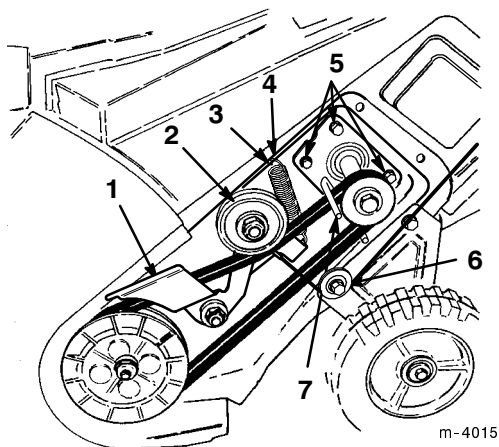

Bild 18
8. Lockern Sie die vier Motoraufhängungsschrauben so weit, dass die Riemenführung von der Riemenscheibe abgedreht und der Riemen entfernt werden kann (Bild 18).
15. Stellen Sie sicher, dass das lange Ende der Spannfeder in das Gehäuseloch und das runde Ende der Feder in den Bremsarm eingehakt werden (Bild 18).
16. Heben Sie die Bremsarmgruppe an, drücken den Treibriemen zusammen und verlegen ihn unter der Spannscheibe (Fig. 18).
WICHTIG: Stellen Sie sicher, dass der Antriebszug auf der Zugscheibe liegt, bevor Sie die linke Seitenabdeckung montieren (Bild 18).